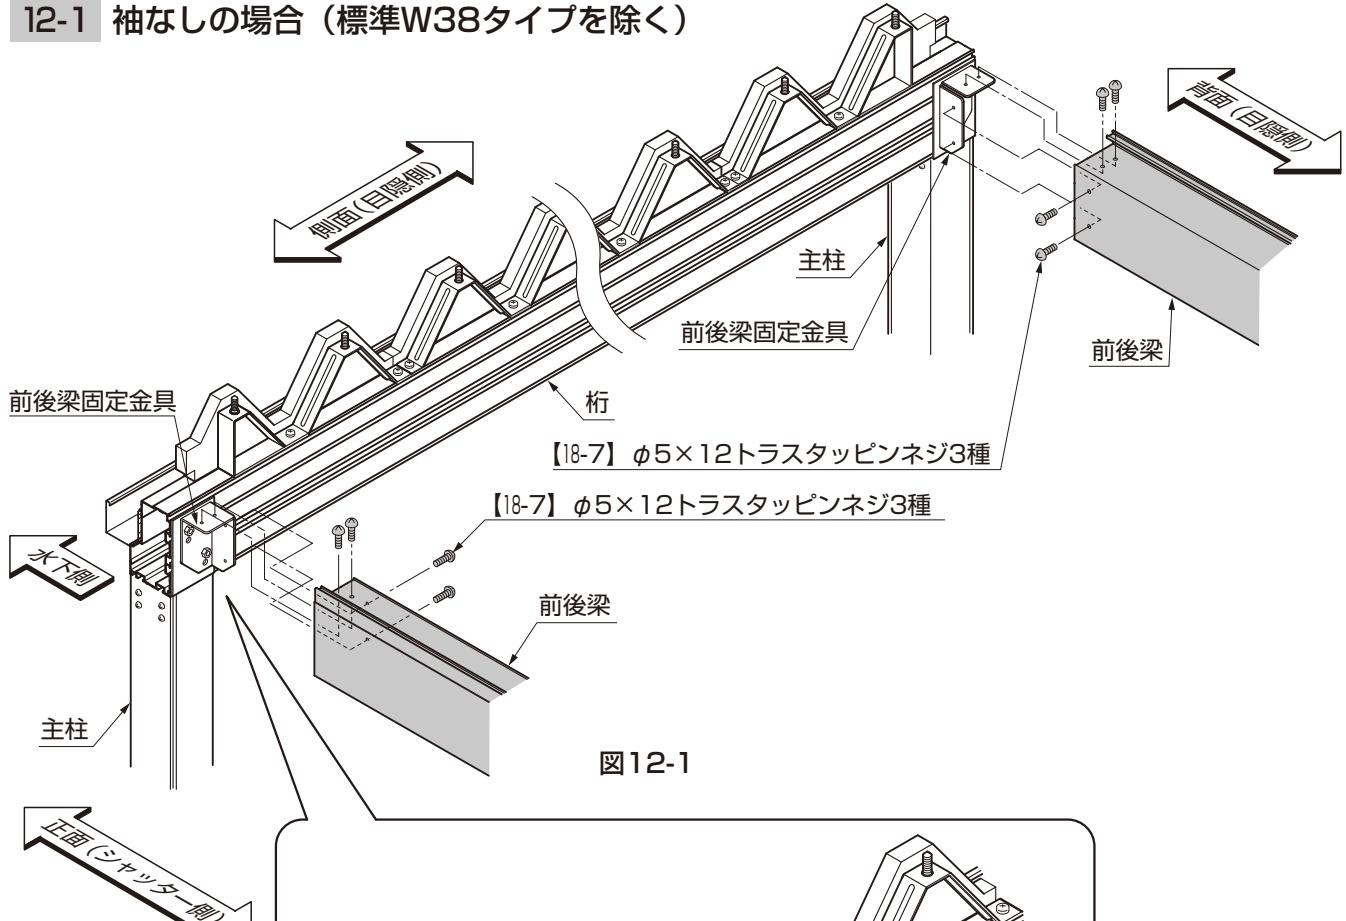

図12-1
①枠に取付けた前後梁固定金具に前後梁を差込んで【図18-7】で取付けてください。(図12-1参照)